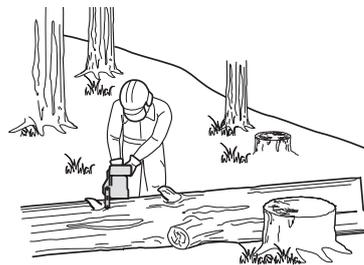

Fig.36
4. Lorsque vous débitez un tronc sur un terrain en pente, placez-vous toujours en amont du tronc (Fig. 36). Lorsque vous coupez toute la largeur d'un tronc en une seule fois, relâchez la pression à la fin de la coupe, mais sans desserrer les poignées, afin de garder le contrôle de l'appareil pendant toute l'opération. Faites attention à ce que la chaîne ne touche jamais le sol. À la fin de la coupe, attendez l'arrêt complet de la chaîne avant de bouger l'appareil. Coupez toujours le moteur avant de passer d'un arbre à un autre.